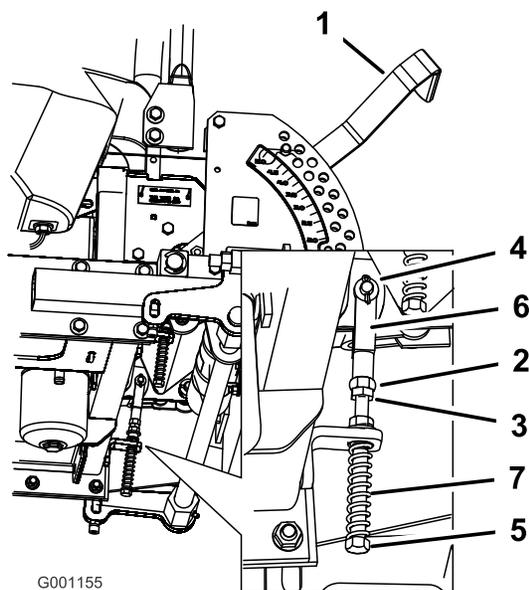

Figure 96
8. Si un réglage s'impose, desserrez l'écrou et l'écrou de blocage vissés contre la chape (Figure 96).
- Appliquez une légère pression à l'arrière du levier, et tournez la tête du boulon de réglage dans le sens voulu pour centrer le levier à la position de VERROUILLAGE AU POINT MORT (Figure 96).
- Serrez l'écrou et l'écrou de blocage (Figure 96).